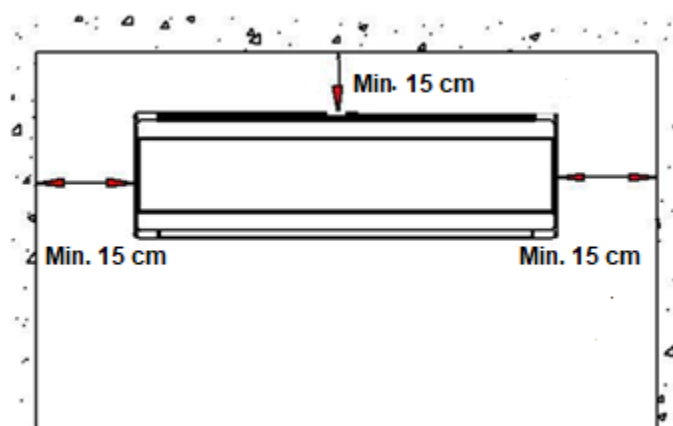

Figura 1.
- Asigurați distanța necesară, astfel cum se arată în figura 1 (Figura 1)
- Partea din spate a unității interioare trebuie să fie aproape de perete (Figura 1).